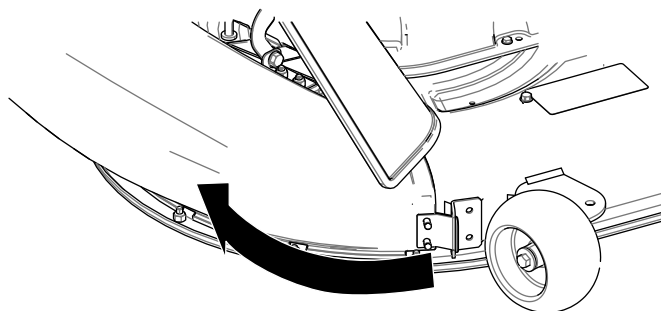

Figura 21
2. Gire el conducto hacia atrás y hacia la carcasa, de modo que quede alineado con la carcasa de corte (Figura 21).